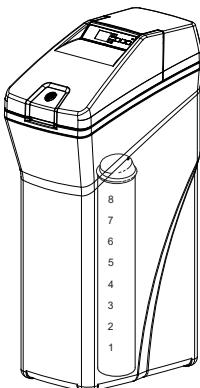

Figura 14
- Determine el nivel de sal en el tanque de salmuera usando la escala numerada al costado del pozo de salmuera, dentro del tanque de salmuera (vea la Figura 14).